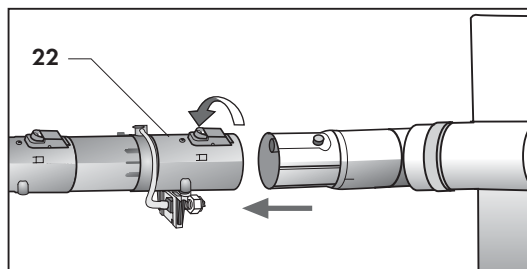

Fig. 23
- introduire la partie terminale femelle du nébuliseur dans la partie terminale de la brosse, en appuyant sur le bouton rouge de blocage (Fig. 23).